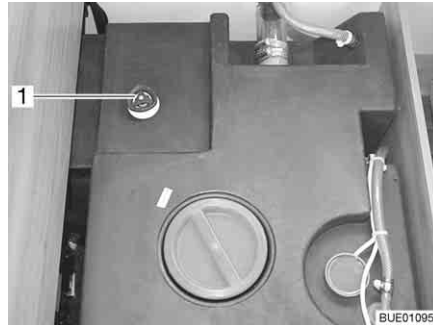

Bild 129 Wassertank mit Drehgriff
- Auf dem Wassertank den Drehgriff (Bild 129,1) im Uhrzeigersinn bis zum Anschlag drehen.
- Auf dem Wassertank den Drehgriff (Bild 129,1) entgegen dem Uhrzeigersinn bis zum Widerstand drehen. Das Wasser läuft bis auf 60 Liter aus.